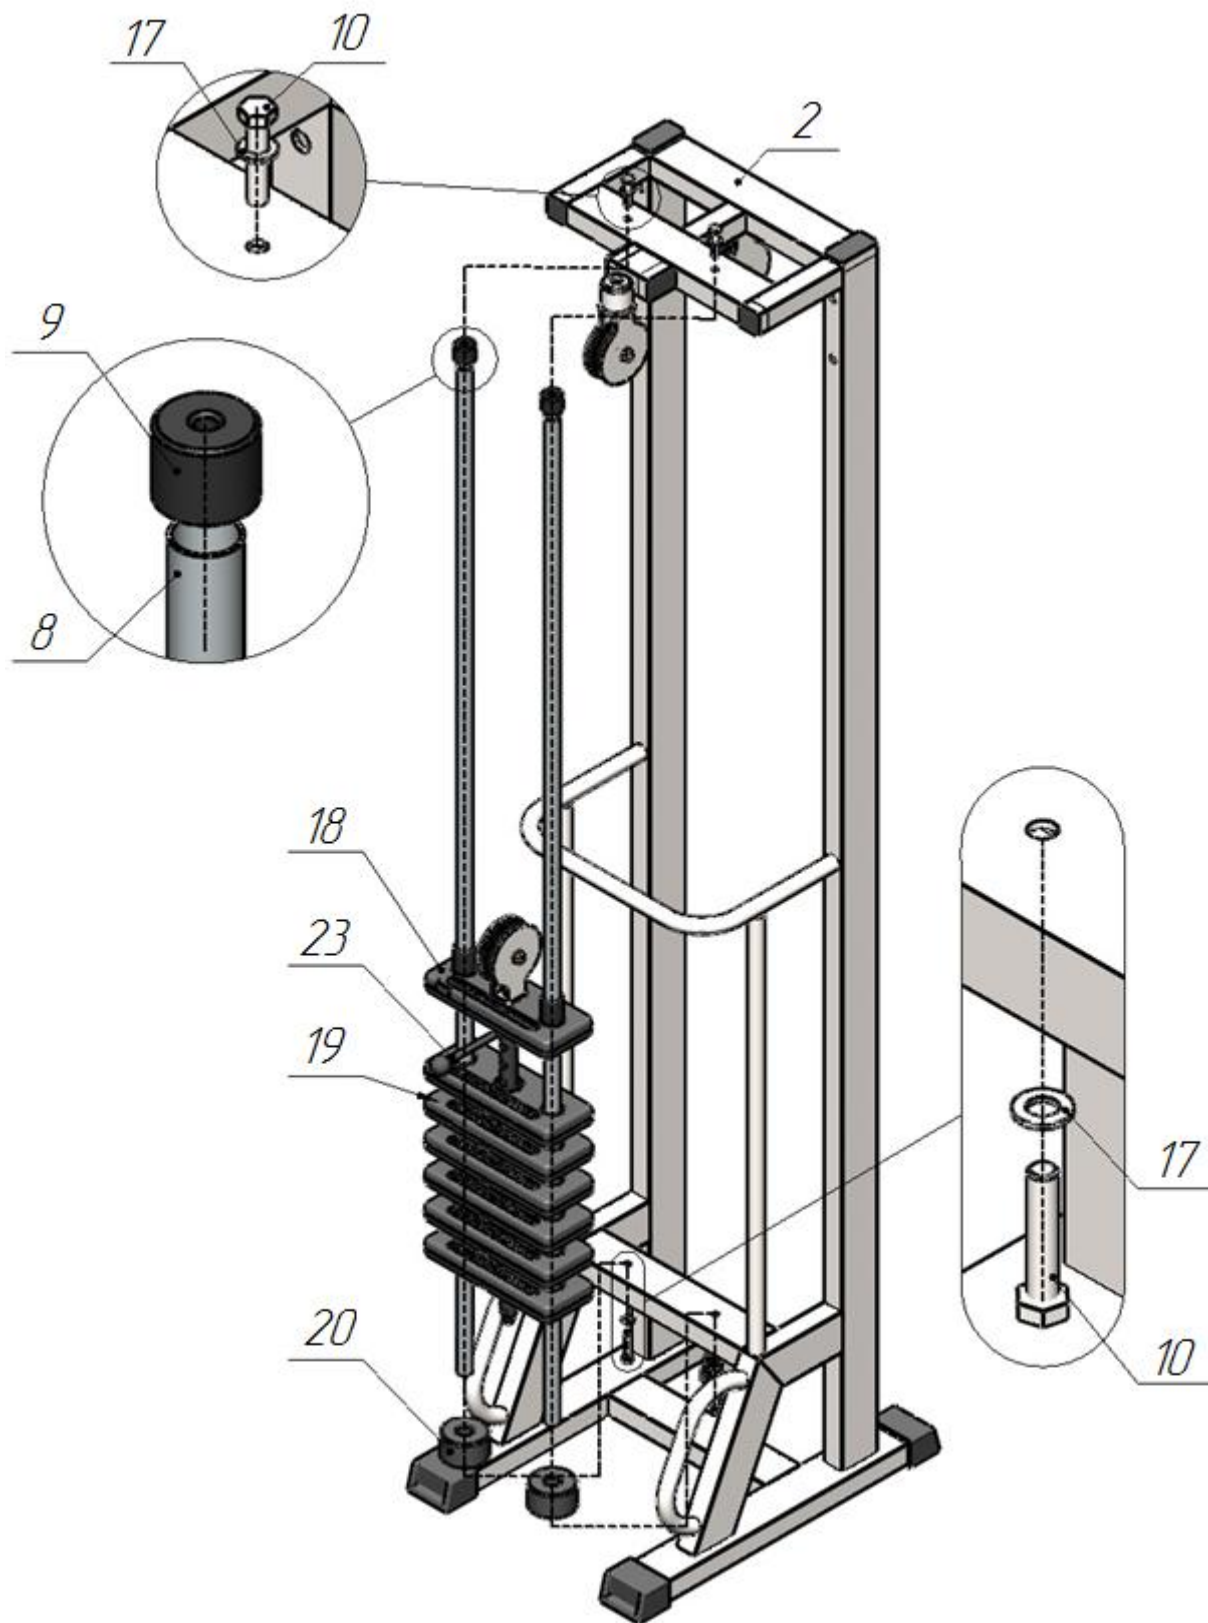

Рис.2
2. К раме грузоблоков (2) прикрутите демпфера (20) комплектом крепежа: болт M10x50 (10), шайба D10 (17); в демпфера (20) вставьте направляющие (8), наклонив направляющие, поочередно наденьте груз 5 кг (19); следом наденьте верхний груз с флейтой (18); сверху на направляющие (8) наденьте центрирующие втулки (9). Затем через отверстия в раме (2) вкрутите во втулки (9) комплект крепежа: болт M10x50 (10); шайба D10 (17). При помощи фиксатора (23) установите необходимую Вам нагрузку (рис.2).